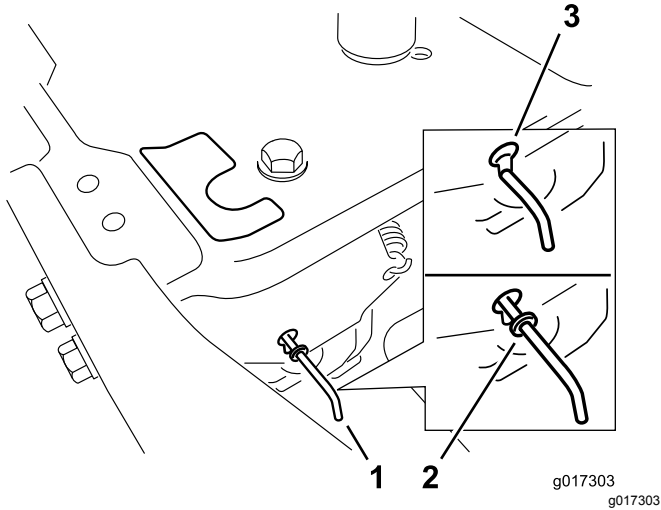

Figura 34
4. Mova as alavancas de derivação para frente através do orifício da chave e para baixo para as bloquear no lugar (Figura 34).
Mova as alavancas de derivação para trás através do orifício da chave e para baixo para as bloquear no lugar, como se mostra na Figura 34.